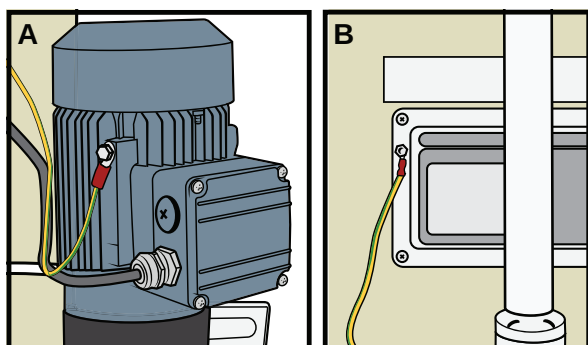

Figure 119
- Hydromassage (A) ou Hydrosound (B), le cas échéant. Voir Figure 119.